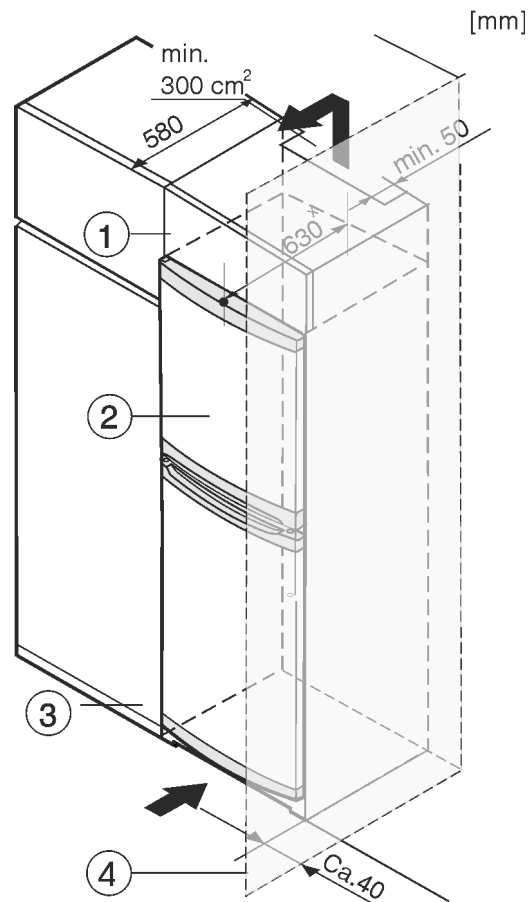

Fig. 8
- (1) Шафа для встановлення на пристрої
- (2) Пристрій
- (3) Кухонна шафа
- (4) Стінка
Перед встановленням пристрою можна змінити його конструкцію відповідно до кухонної шафи. Щоб привести висоту пристрою Fig. 8 (2) у відповідність із розмірами кухонної ніші, можна встановити на нього спеціальну шафу Fig. 8 (1).
У разі переобладнання кухонними шафами (глибина щонайбільше 580 мм) пристрій можна встановити безпосередньо поруч із кухонною шафою Fig. 8 (3). Пристрій виступає за передню частину кухонної шафи на 34 мм × з боків і на 50 мм × посередині.
Якщо пристрій із шарнірами встановлюється поруч зі стіною *Fig. 8 (4)*, відстань між пристроєм і стіною має становити щонайменше 40 мм. Це відповідає необхідній відстані для ручки після відкривання дверцят.